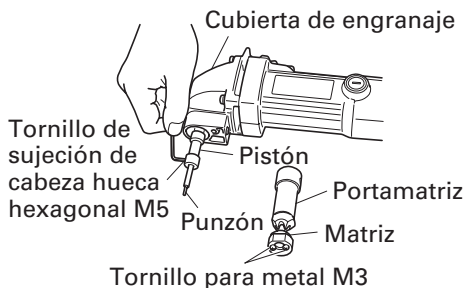

Fig. 8
para el montaje del portatroquel, también los tornillos para metal M3 empleados para el montaje del troquel (consulte la Fig. 4), y el tornillo de sujeción de cabeza hueca hexagonal M5, empleado para el montaje del punzón (consulte la Fig. 8). Tenga mucho cuidado porque si cualquiera de estos tornillos están flojos, no sólo mermará el rendimiento de corte, sino que también puede dañarse la máquina.
2. Reemplazo del punzón y el troquel (consulte la Fig. 8)